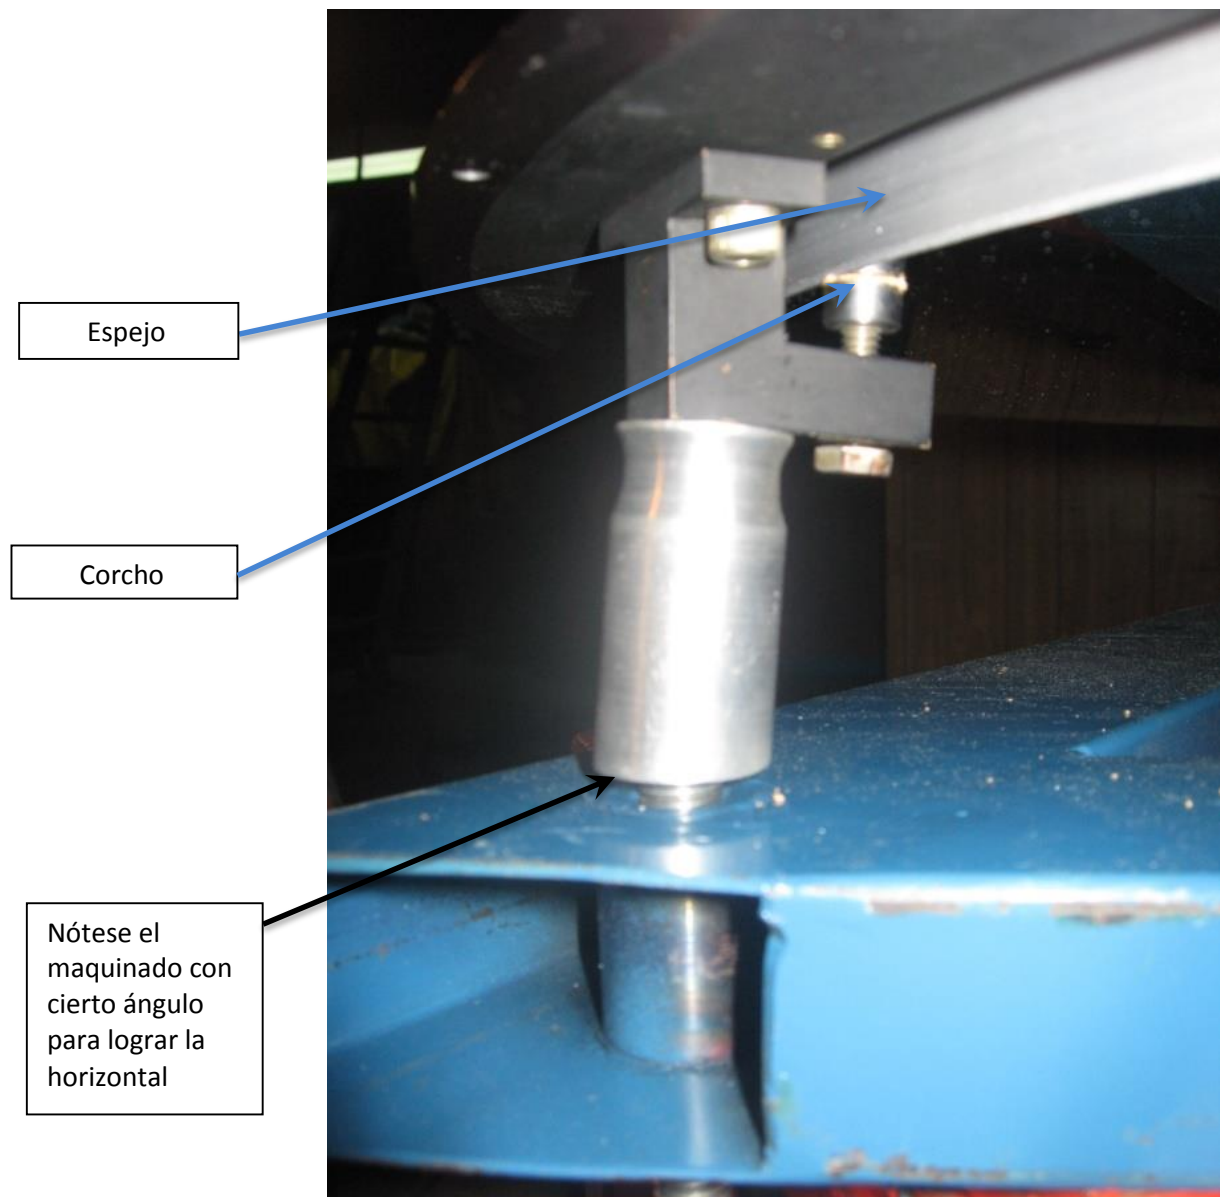

Figura 5: Ubicación de los corchos de contacto.
- 3.5. Se revisa que los tornillos con corcho se encuentren haciendo contacto con el espejo (maniobra que siempre se realiza cuando se mueve de lugar el secundario) para evitar los movimientos bruscos dentro de la celda (ver *Figura 5*).